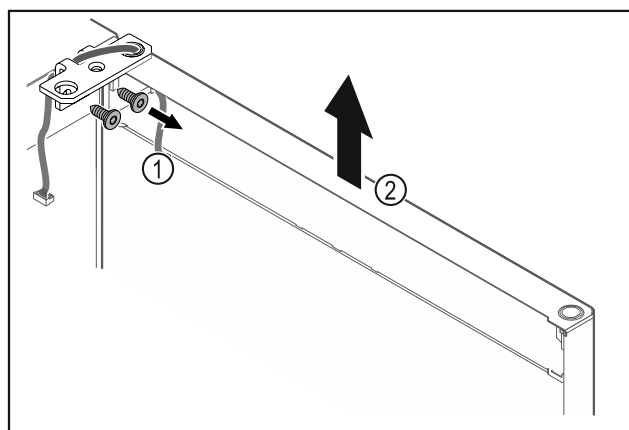

Fig. 23
- ▶ Развийте ъгъла на пантата Fig. 23 (1).
- ▶ Повдигнете вратата заедно с ъгъла на пантата Fig. 23 (2) приблизително 200 mm право нагоре и я свалете.